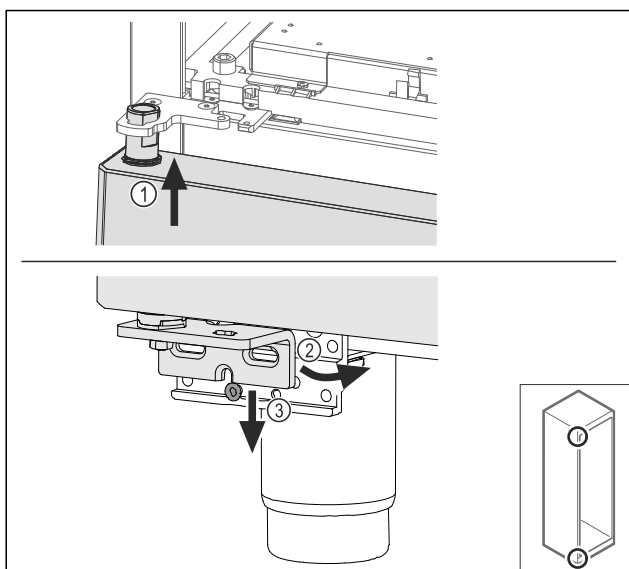

Fig. 64
- ▶ Lehce naklonená dvířka zasuňte nahore Fig. 64 (1), dvířka narovnejte Fig. 64 (2) a nasadte je dole na šroub stojanu ložiska Fig. 64 (3).